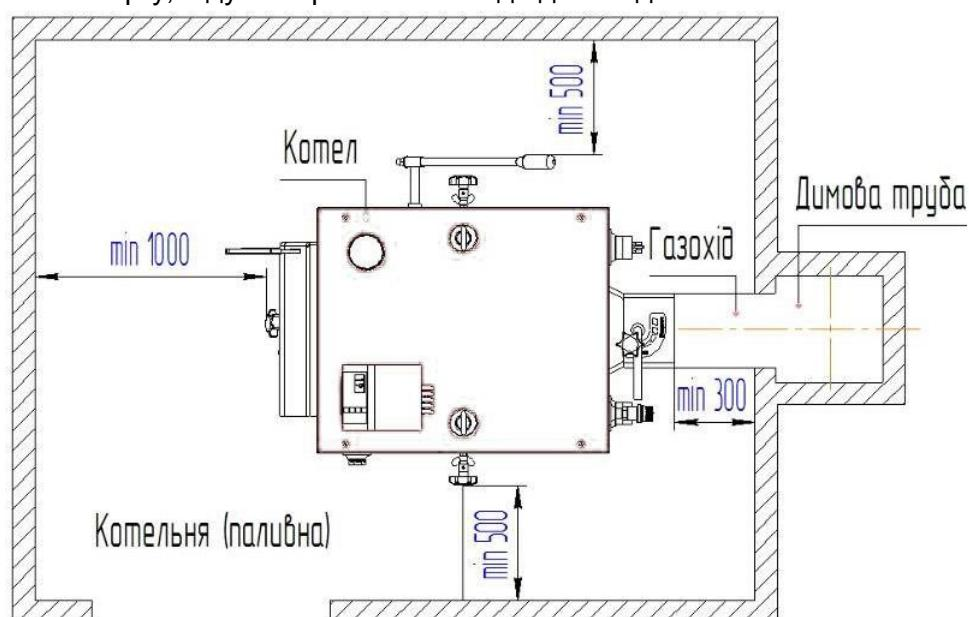

Рис.4 Схема встановлення котла в котельні (паливні)
7.3.2.2 Котел постачається в зібраному вигляді і не потребує спеціального фундаменту, однак необхідно встановити його на рівну горизонтальну поверхню з негорючих матеріалів. Під час встановлення котла необхідно забезпечити доступ до нього таким чином, щоб стіни котельної (паливної) не заважали завантаженню палива, чистці топки котла, а також доступу до вентилятора (див Рис.4).